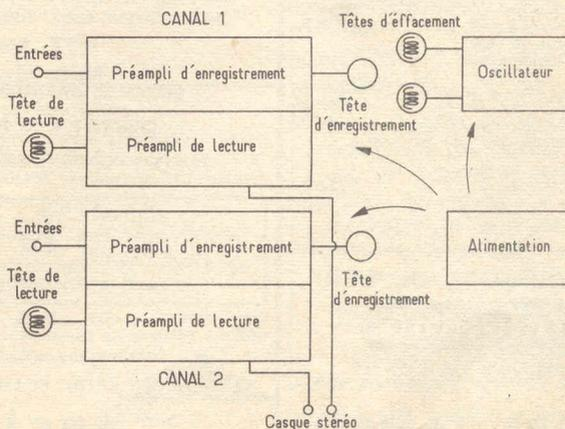

FIG. 2. — Schéma synoptique du magnétophone 999 Téléton. Préamplis de lecture et d'enregistrement sont des circuits totalement séparés, chacun étant autonome
**L'électronique :** Bien qu'il ne s'agisse que d'une platine avec alimentation et préamplificateurs, le circuit électronique est très complet, et assez imposant. Il ne serait donc ni possible, ni intéressant de le montrer dans ses plus petits détails. Nous avons donc choisi de publier un schéma synoptique au lieu d'un schéma de principe complet. C'est un schéma qui se trouve en figure 2.